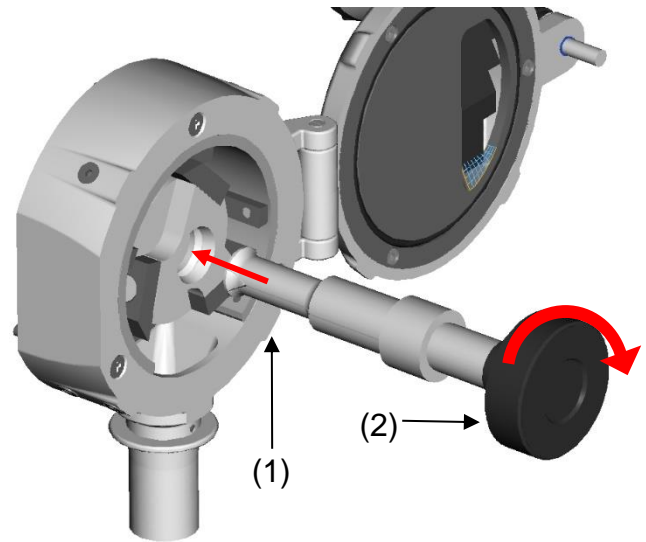

Abb. 9
Ausziehwerkzeug (1) in der innwendigen Nut des Rotors plazieren. Werkzeug halten und am Griff drehen (2), so dass die Lippen sich spreizen und den Rotor fixieren. Siehe Abb. 9 & 10